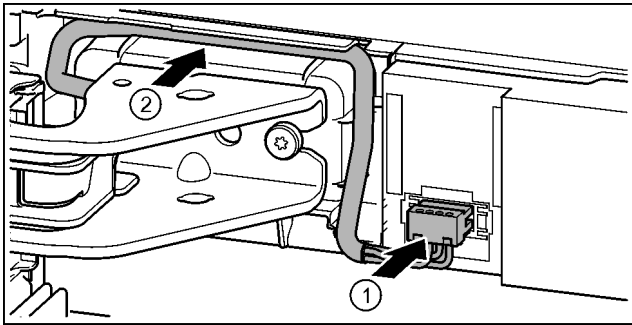

Fig. 37
- ▶ Zaklapnite zástrčku nad hornou ložiskovou konzolou a vodiče kábla opatrne vložte do kanála. Fig. 37 (1)
- ▶ Sivý kábel opatrne položte do vedenia nad hornou ložiskovou konzolou. Fig. 37 (2)